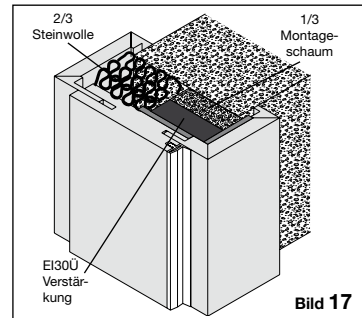

Bild 17
- Fuge zwischen Wand und EI30Ü Verstärkung voll umlaufend ausschäumen (Bild17).